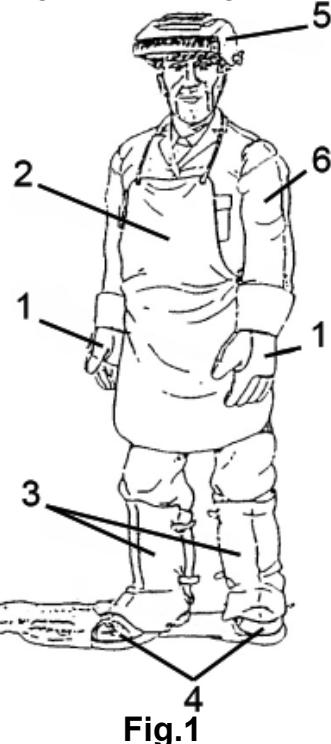

Fig.1
- Les opérateurs et leurs assistants doivent protéger leur corps en endossant des combinaisons de protection fermées et non inflammables, sans poches ou revers. Les éventuelles traces d'huile ou de graisse présentes sur les vêtements doivent être éliminées avant de les endosser. Endosser uniquement les vêtements sur lesquels figure la marque CE et adaptés au soudage à l'arc (Fig. 1):